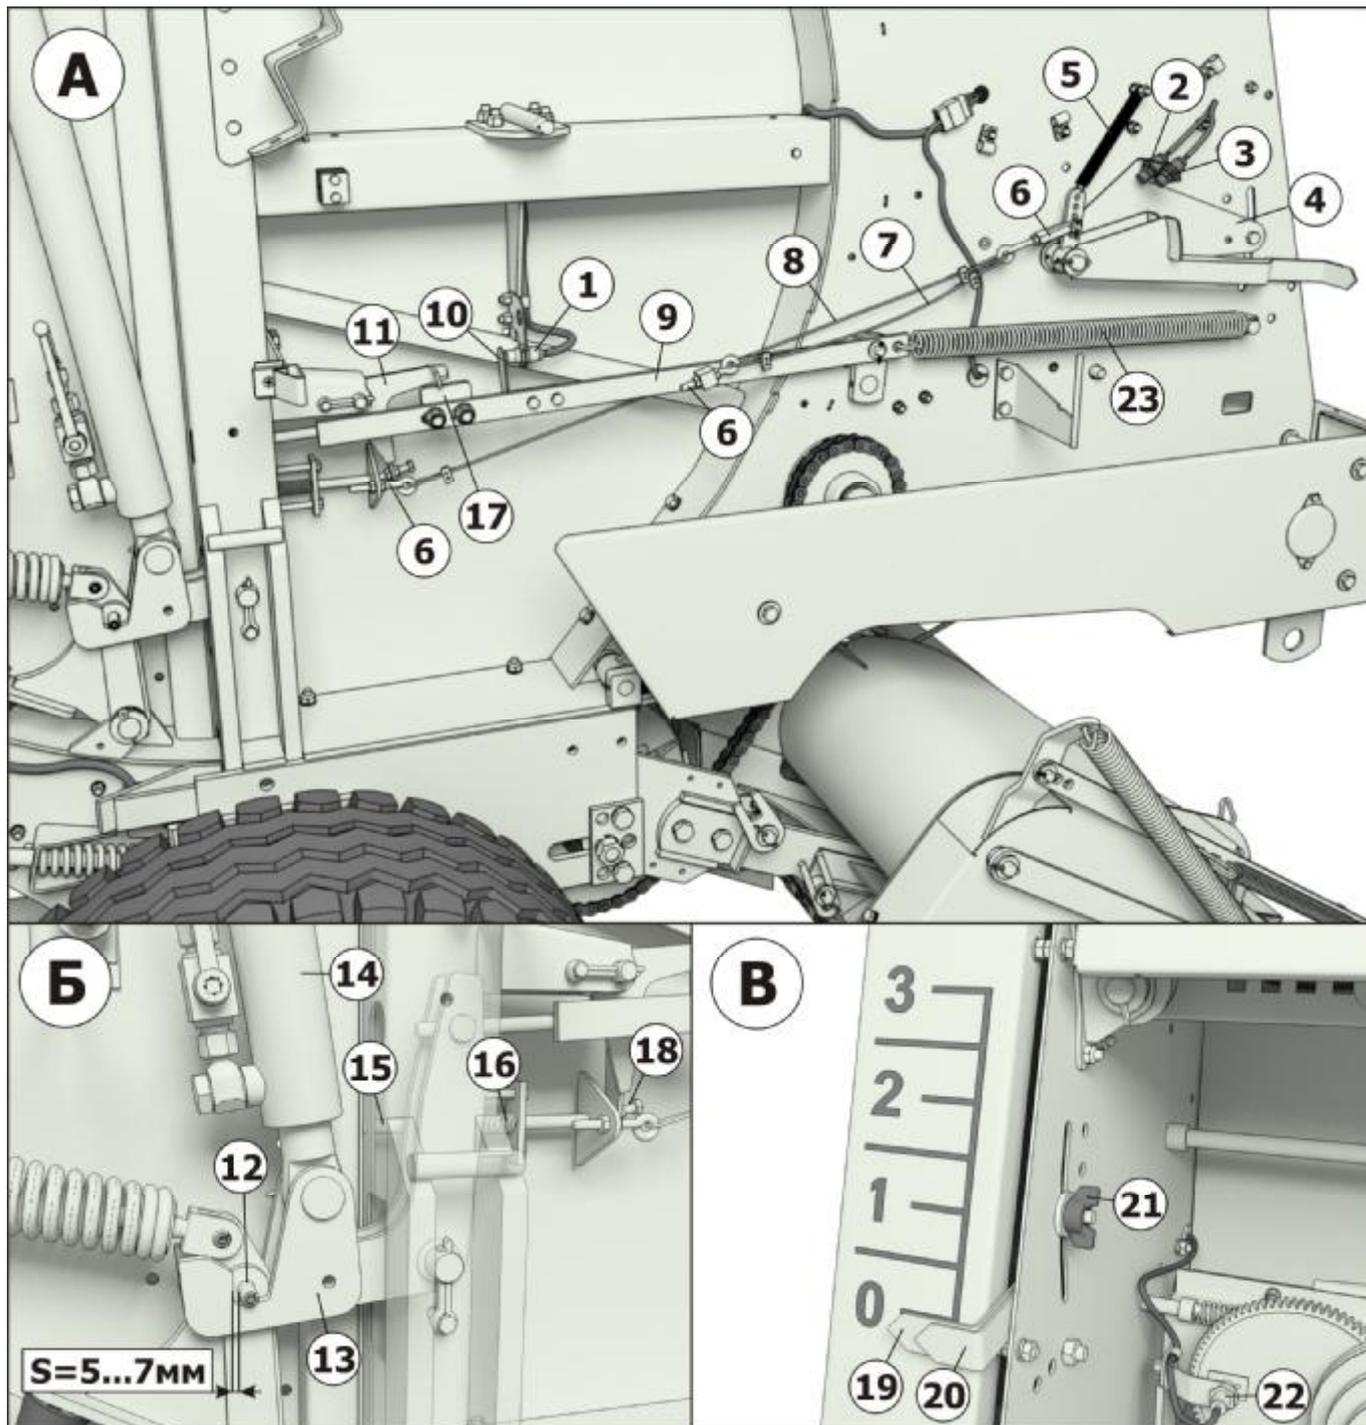
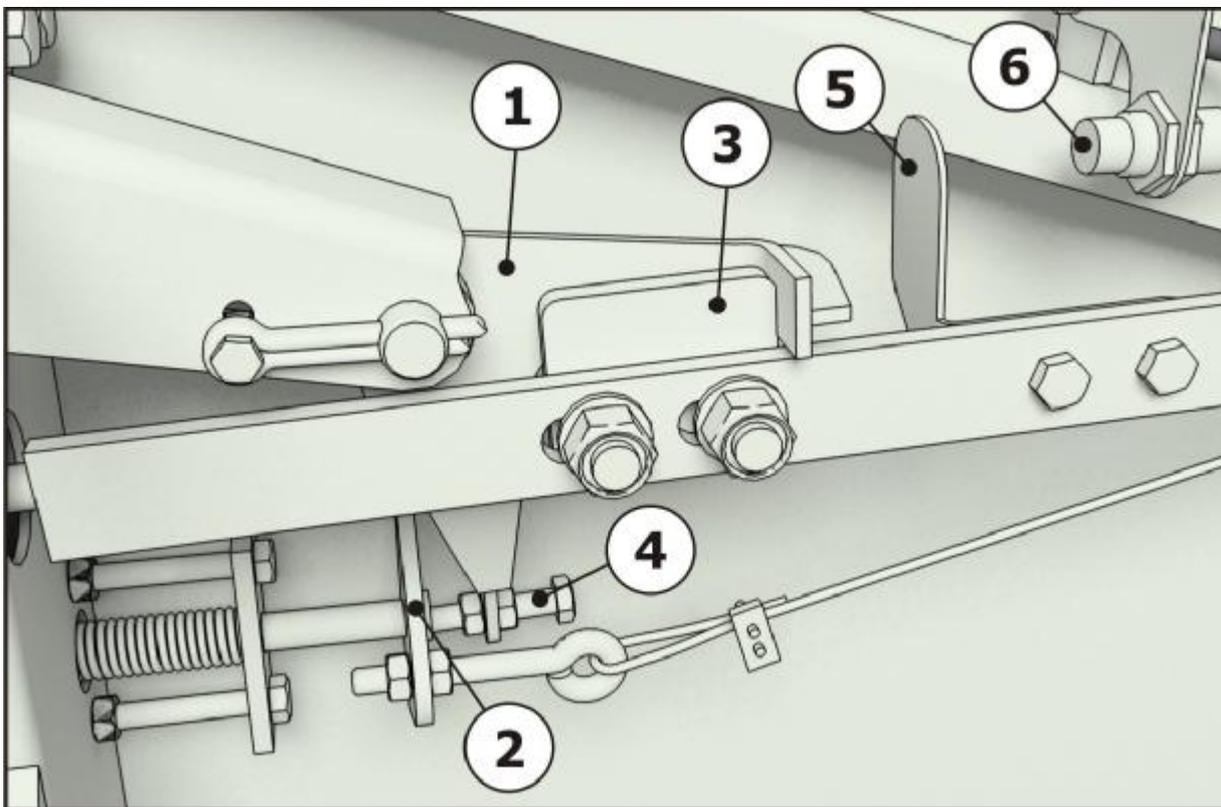

Рис. 13 Регулировка степени прессования
Рис. 14 Положение упора при открытой задней камере
Регулировка степени плотности прессования осуществляется перемещением указателя 4 (рис. 13А) по пазу в боковине пресс-подборщика. Фиксируется указатель в необходимом положении гайкой 21 (рис. 13В) и полиамидной шайбой.
1. При положении стрелок 19 и 20 (рис. 13В) напротив нуля и закрытой задней камере (шток гидроцилиндра 14 полностью втянут), должен соблюдаться размер 5...7мм (рис. 13Б), а трос 8 (рис. 13А) должен быть натянут. Если трос провисает, то его необходимо натянуть крюками 6. Натяжение тросов произвести с обеих сторон пресс-подборщика.
2. При полностью закрытой камере упор 11 должен занимать положение, при котором болт 18 будет упираться в пластину тяги 15, а его верхний крюк находиться над пластиной 17, как показано на рис. 13А. Болтом 18 регулируется положение упора 11.
3. При полностью открытой камере упор 1 должен занимать положение, при котором болт 4 будет упираться в пластину 2, а его верхний крюк находиться за пластиной 3, как показано на рис. 14. При этом пластина 5 и датчик 6 занимают взаимное положение, при котором в кабину трактора подается сигнал об открытой задней камере. Если сигнал не подается, то необходимо отрегулировать взаимное положение пластины 5 и датчика 6.
Упор 1 (рис. 14) не дает опуститься стрелкам до тех пор, пока крюк 13 (рис. 13Б) на запрет закрытую заднюю камеру. Болтом 4 (рис. 14) регулируется положение упора 1.